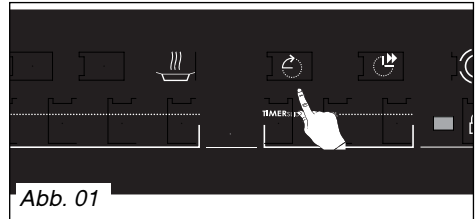

Abb. 01
– Zur Nutzung dieser Funktion die Taste  (Abb. 01) drücken.